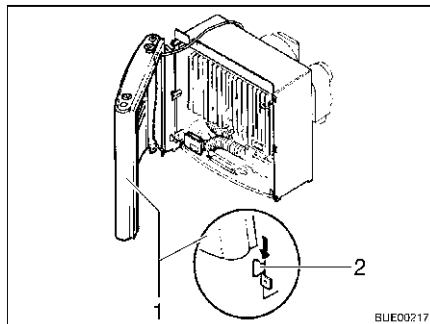

Bild 116 Heizungsverkleidung, Haltetaschen
- Heizungsverkleidung montieren. Dazu Verkleidung (Bild 116,1) auf die unteren Haltetaschen (Bild 116,2) stellen.